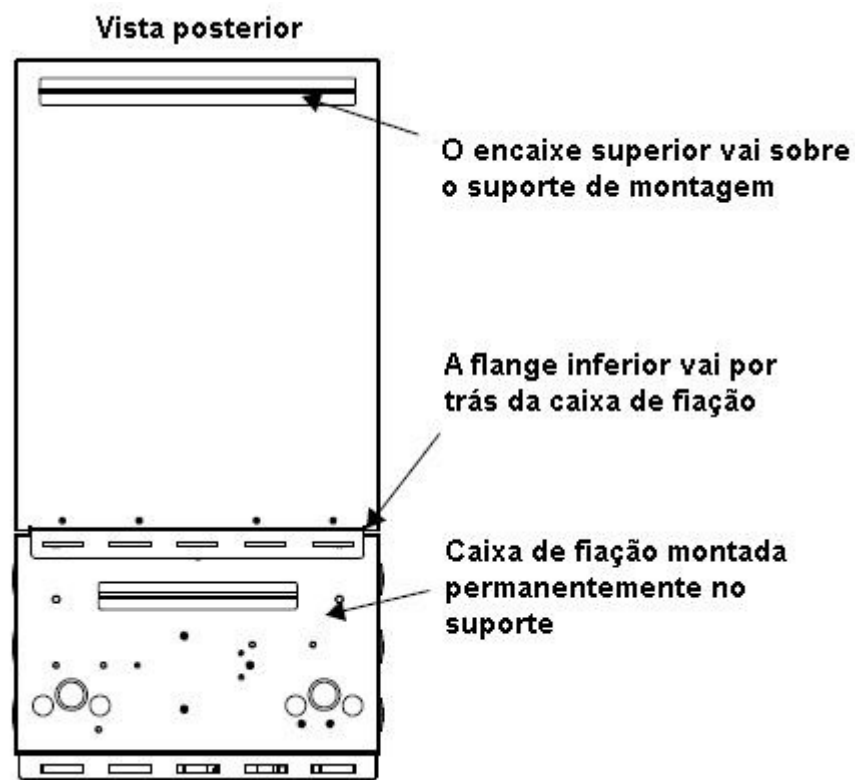

Figura 6-5: Seções do Inversor e da caixa de conexões
4. Monte o Inversor no suporte de montagem sobre a caixa de conexões e assegure-se de que a flange inferior do Inversor vai por trás da caixa de conexões. Veja a figura 6-5;